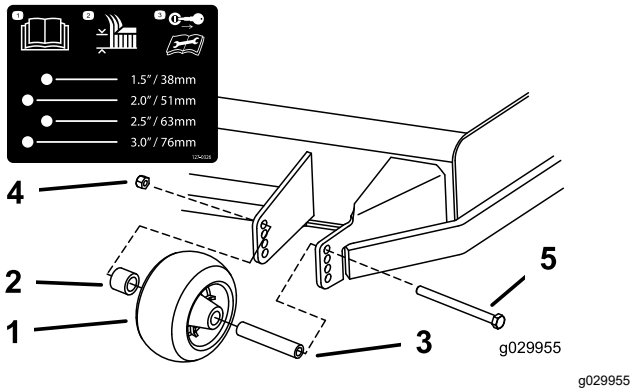
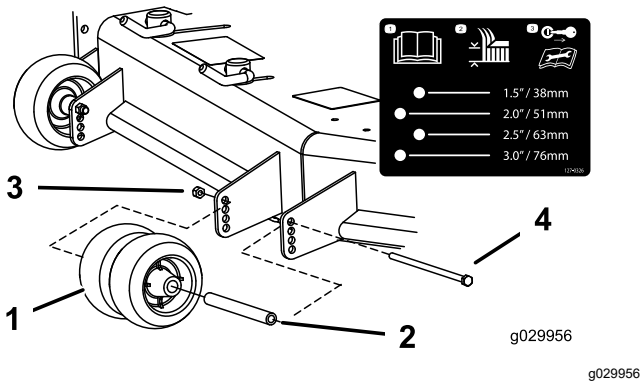
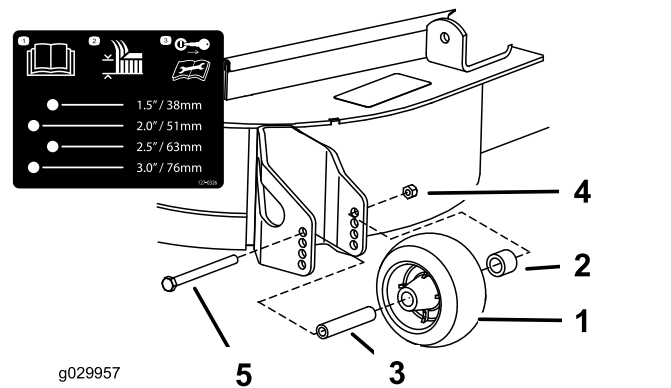

Figura 35
Figura 36
Figura 37
3. Ajuste los rodillos protectores del césped según se muestra en Figura 35, Figura 36 y Figura 37.